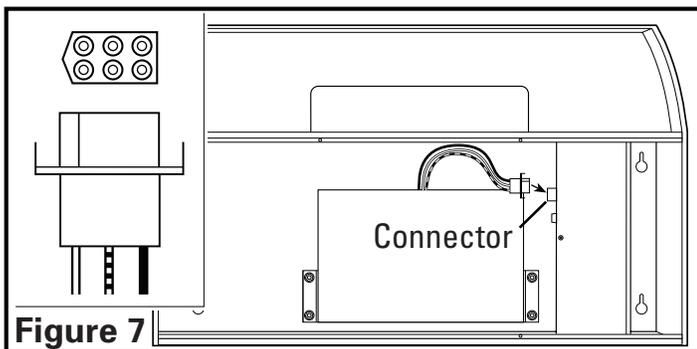

Figure 7
3. Branchez le ventilateur au connecteur approprié sur le côté du compartiment de fils. Le branchement ne pourra se faire que dans un seul sens (**Figure 7**).
1. Pour remplacer la fusible, tournez vers la droite le dessus de la fusible localisée à côté du fil conducteur et tirez. Remplacez avec une fusible de 125 volts, 1-1/2 ampères max. Remettez la fusible dans son emplacement (Figure 7).